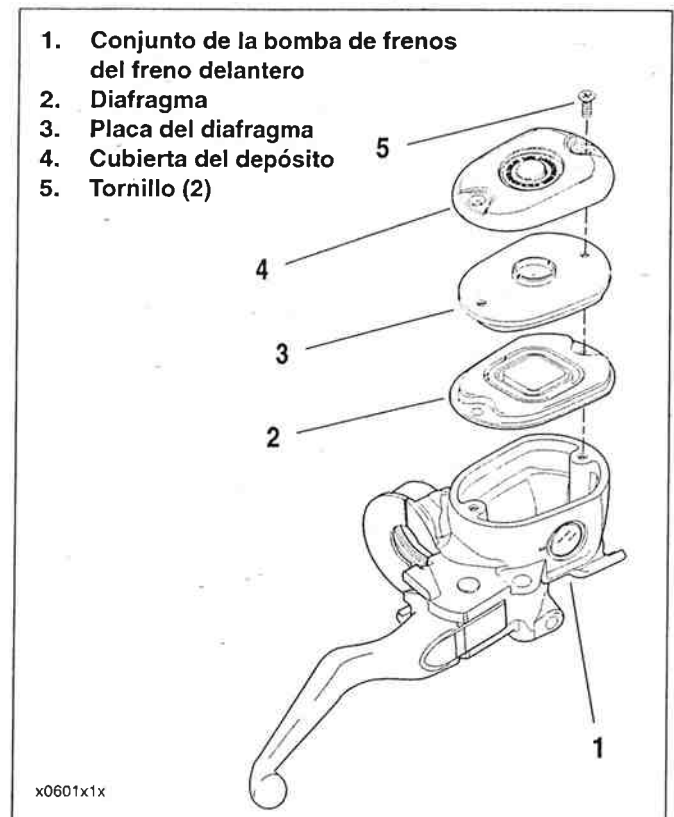

Figura 1-15. Conjunto de la cubierta de la bomba de frenos del freno delantero
2. Vea la Figura 1-15. Quite la cubierta del depósito (4) con dos tornillos prisioneros (5), placa de diafragma (3) y diafragma (2) del depósito de la bomba de frenos (1).
11. Vea la Figura 1-15. Reemplace el diafragma (2), placa del diafragma (3) y cubierta del depósito (4) con tornillos prisioneros (5). Apriete a 1,0-2,0 N·m (9-17 lb-pulg.).
2. Vea la Figura 1-15. Quite dos tornillos (5), cubierta del depósito (4), placa del diafragma (3) y diafragma (2) del depósito de la bomba de frenos (1).